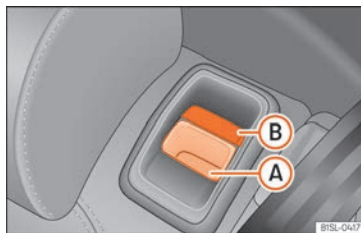

Fig. 93 Seient posterior: tecla de desbloqueig (A); marca vermella (B).
- Estireu la tecla de desbloqueig » fig. 93 (A) cap endavant i aixequiu al mateix temps el respalller del seient posterior.
- El respalller del seient posterior es troba enclavat quan es veu la marca vermella de la tecla (B).